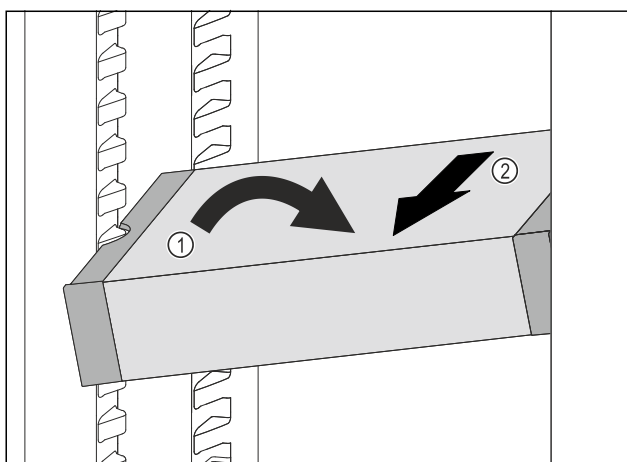

Fig. 249
- Impostare il vano frigorifero di VarioSafe ad angolo. Fig. 249 (1)
- Rimuovere VarioSafe tirando in avanti. Fig. 249 (2)